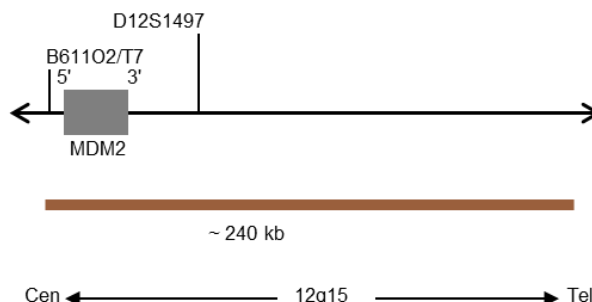

Fig. 1 : Carte de la sonde SPEC MDM2 (pas à l'échelle)
- Polynucléotides marqués à la digoxigénine (~1,8 ng/μl), qui ciblent des séquences cartographiées en 12q15* (chr12:69,190,708-69,430,185) hébergeant la région du gène MDM2 (voir Fig. 1).